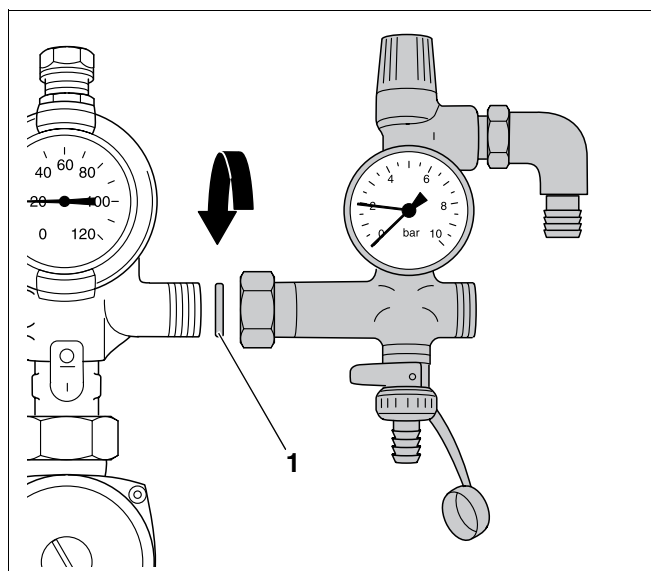

Fig. 11 Montar o grupo de segurança
- Monte o grupo de segurança com o vedante fornecido (21 × 30 × 2) (Fig. 11, **Item 1**) no retorno de água da unidade completa.